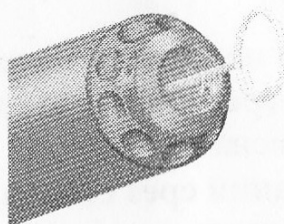

Рис. 2
2. Продавить клапан и полностью стравить воздух (рис.2).